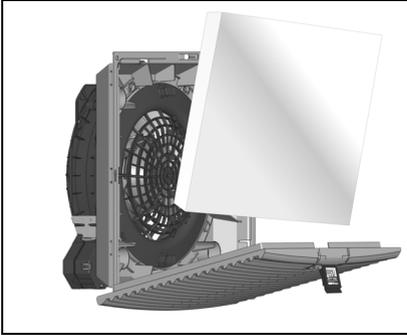

Abb. 7: Filtermatte einbauen
- Legen Sie die Filtermatte wie in Abb. 7 gezeigt in das Filtergehäuse ein und klappen Sie das Lamellengitter wieder auf das Gehäuse, bis es hörbar einrastet.